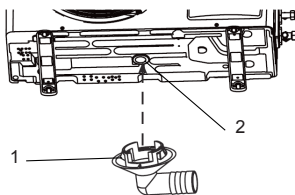

fig. 9 -
1. Fixe a peça de união (1- "fig. 9 -") incluída no respetivo furo (2- "fig. 9 -"), na base da unidade externa. A fixação ocorre inserindo a parte perfilada da peça de união no furo.